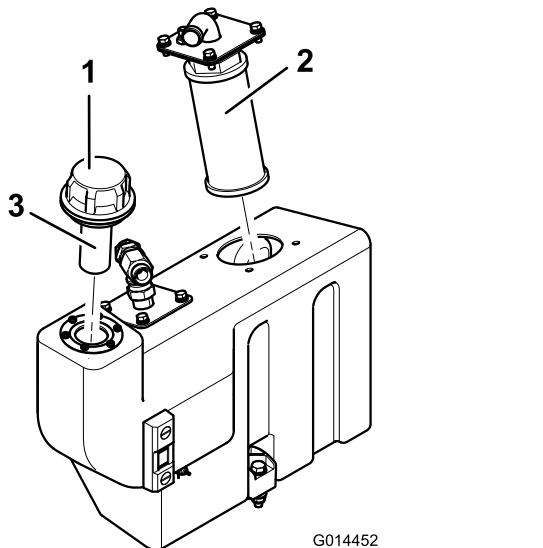

Bild 71
1. Nehmen Sie den Saugflansch des Ölbehälters ab, um an das Saugsieb zu gelangen (**Bild 71**).
2. Schrauben Sie das Sieb ab, nehmen Sie es heraus und reinigen Sie es mit Paraffin oder Petroleum, bevor Sie es wieder einsetzen (**Bild 71**).